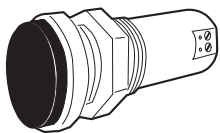

Fig. 8
- soit un voyant à visser pour parois minces ≤ 6 mm (fig. 8),
- an indicator lamp to be screwed in for thin walls  $\leq 6$  mm (fig. 8),
- o un indicador de rosca para paredes delgadas  $\leq$  6 mm (fig. 8),